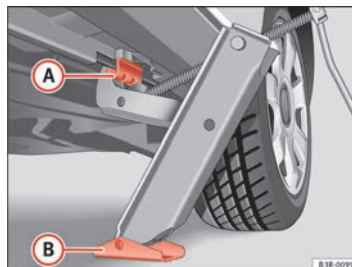

Fig. 195 Changement de roue : Cric
- Ajustez le cric de sorte que sa griffe s'engage dans la nervure du bas de caisse $\Rightarrow$ page 272, fig. 195 **(A)** et que la base mobile **(B)** du cric repose bien à plat sur le sol.